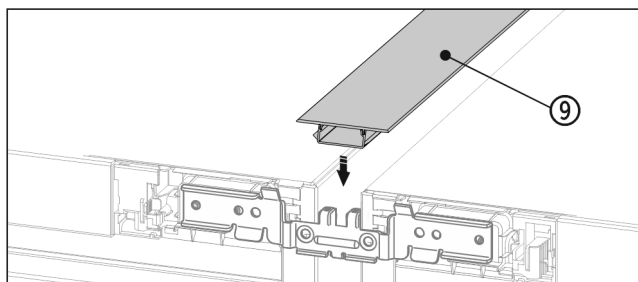

Fig. 20
- ▶ Presione la cinta de cubierta Fig. 20 (9) corta en el espacio horizontal.